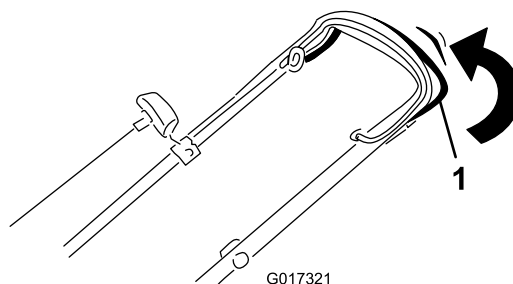

Figura 19
- **Per inserire la trazione automatica:** tenete premuta la barra della trazione automatica contro la stegola (Figura 19).